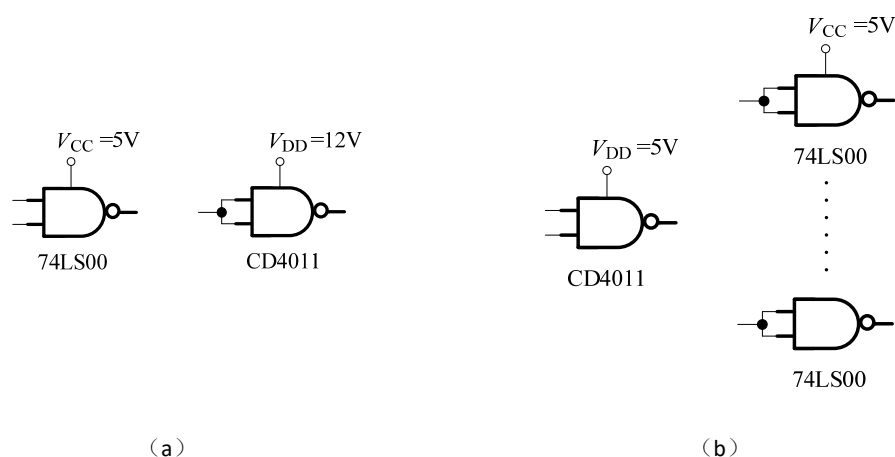

图 6
4. 在如图 6 所示的两个电路中，不同工艺的数字集成电路在互相对接时应该满足什么条件？